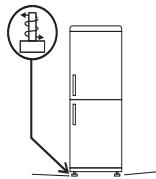

Fig.3
**3** Regolare i piedini per assicurare la stabilità dell'apparecchio ed evitare vibrazioni e rumori (fig3). Se la porta anteriore è più alta del retro, la porta può essere chiusa più facilmente.